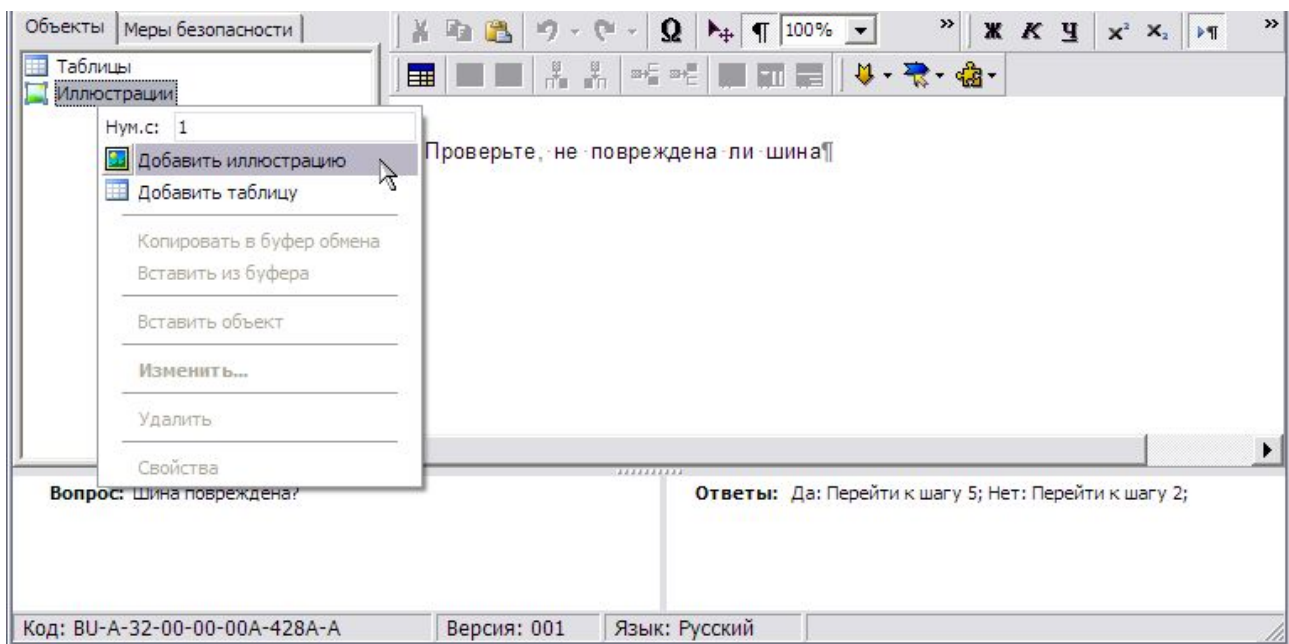

Рис. 6.44
3. На вкладке **Объекты** слева щелкните правой кнопкой мыши по названию объекта **Иллюстрации** (Рис. 6.44).